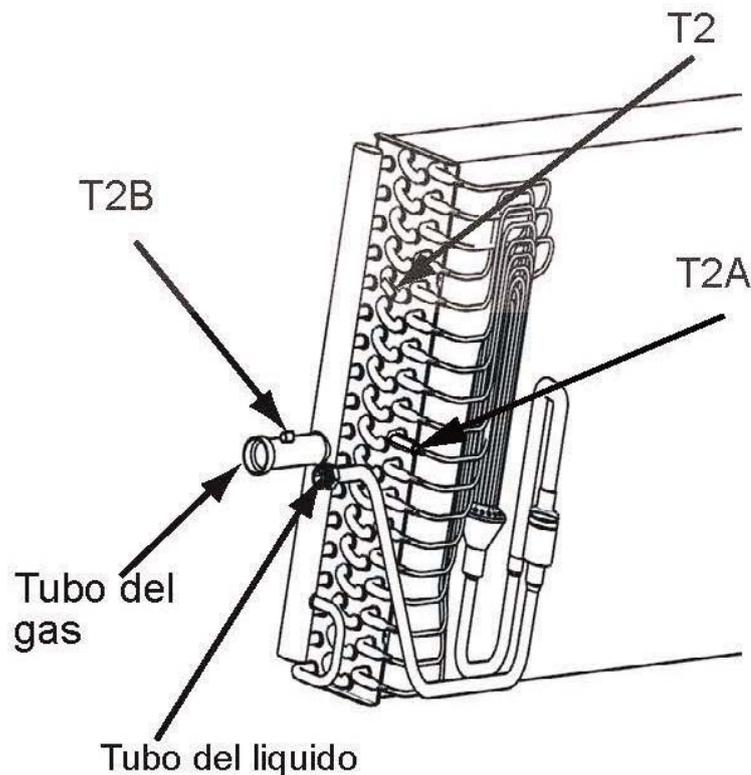

fig. 14
Posizione di montaggio dei sensori di temperatura del tubo T2A, T2 e T2B (Fig 14).
- 2) Come riportato nella tabella 2, con la presenza di più selettori ENC1 nel sistema, cambiano anche i settaggi di indirizzamento (Fig.14). Ogni singola scheda PCB del sistema richiede un indirizzo, denominato indirizzo effettivo; Quando il codice di potenza frigorifera ENC1 è settato nelle posizioni da E a 4, la relativa unità interna produrrà uno o più indirizzi virtuali corrispondenti ad valore basato sull'indirizzo effettivo settato; che un indirizzo sia effettivo o virtuale, questo indirizzo non può essere applicato su più macchine dello stesso sistema.